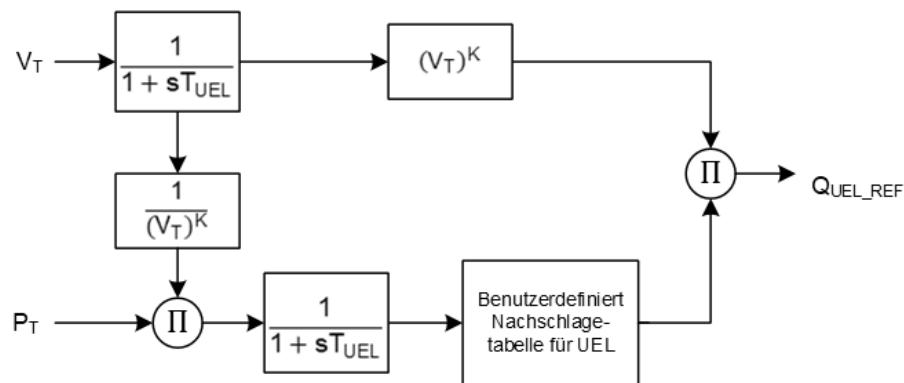

Abbildung 33-12. Anpassung der UEL-Kurve basierend auf Generatorspannung und realer Leistung
2. Die für die benutzerdefinierte Kurve eingegebenen Pegel sind für den Betrieb bei der Nennspannung des Generators definiert. Die benutzerdefinierte UEL-Kurve wird automatisch auf Basis der Betriebsspannung des Generators und der Wirkleistung angepasst, indem der Exponent für die UEL-Spannungsabhängigkeit der Wirkleistung verwendet wird, wie in Abbildung 33-12 dargestellt.